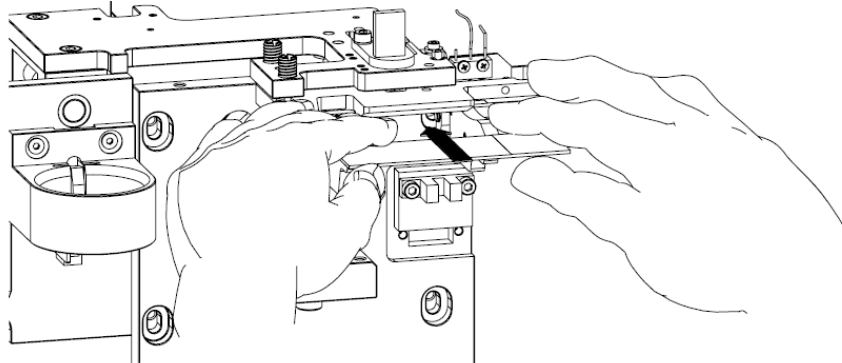

Figura 19 – Posicionamiento de la lámina
- Encajar con cuidado el extremo hueco del FILTRO (cara que no contiene la membrana) al PRE - FILTRO, con movimientos rotatorios, hasta el final de la carrera - como se muestra en la Figura 19 - Colocación del - filtro en el prefiltro;
- Coloque con cuidado la LÁMINA en el SOPORTE DE LÁMINAS y mantenga la impresión hacia abajo y hacia la derecha como se muestra en la Figura 19 – Posicionamiento de la lámina;